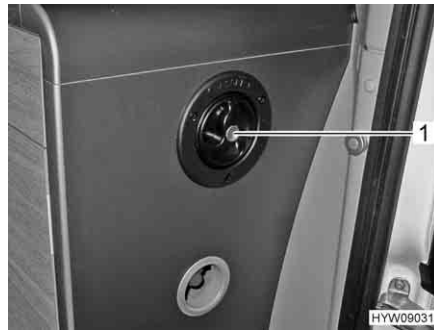

Fig. 63 Bocchettone di riempimento (serbatoio dell'acqua)
- Svitare il coperchio del bocchettone di riempimento (Fig. 63,1).